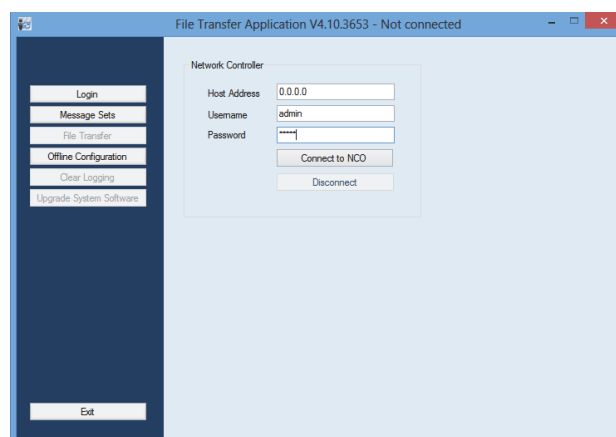

figura 37.4: Ligação ao controlador de rede
- 8 Vá para *Start > Programs > Bosch > Praesideo > FT Application* para iniciar a aplicação *Praesideo File Transfer Application*. Aparece um ecrã semelhante ao da figura 37.4.